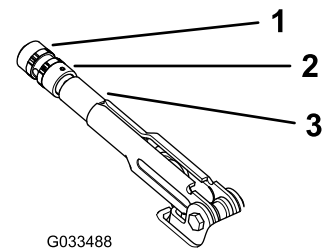

Figura 59
3. Gire el pomo (Figura 59) hasta que se requiera una fuerza de 20–22 kg para accionar la palanca.
4. Apriete el tornillo de fijación cuando termine (Figura 59).